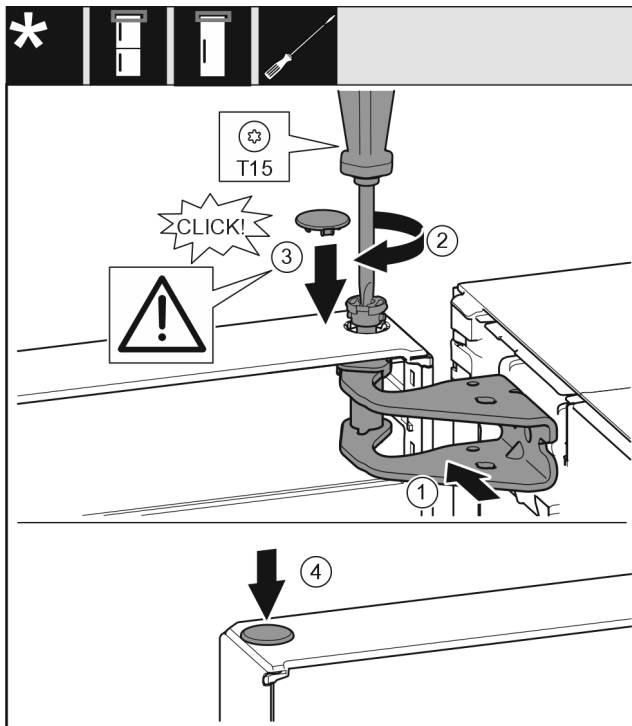

Fig. 22
- ▶ Ευθυγραμμίστε την πόρτα επάνω με το άνοιγμα στο στήριγμα. Fig. 22 (1)
- ▶ Τοποθετήστε τον πείρο και σφίξτε με κατσαβίδι T15. Fig. 22 (2)
- ▶ Τοποθετήστε το κάλυμμα ασφάλισης για την ασφάλιση της πόρτας: Τοποθετήστε το κάλυμμα ασφάλισης και ελέγξτε εάν εφαρμόζει στην πόρτα. Διαφορετικά, τοποθετήστε ολόκληρο τον πείρο. Fig. 22 (3)
- ▶ Τοποθετήστε την τάπα. Fig. 22 (4)